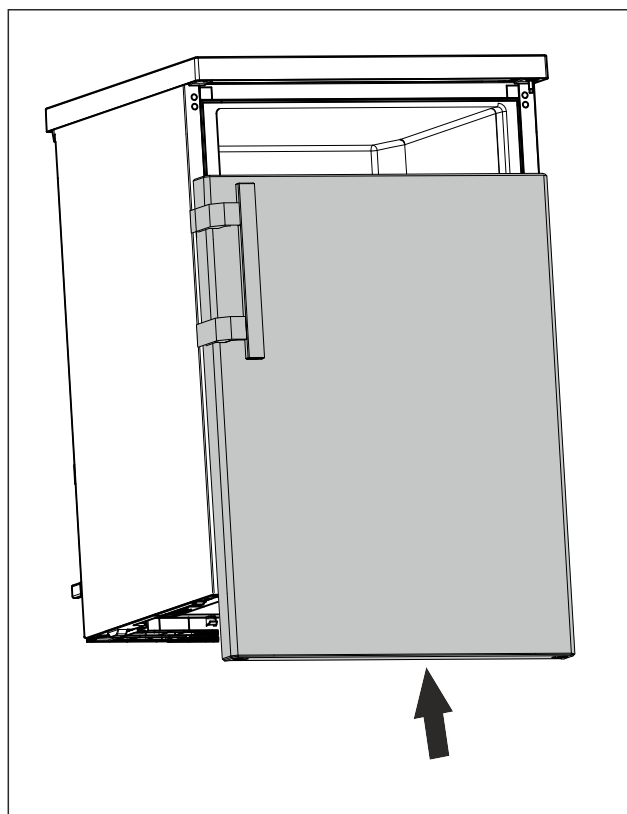

Fig. 23
- ▶ Zamknięte drzwi nasunąć na górny sworznię. (patrz Fig. 23)